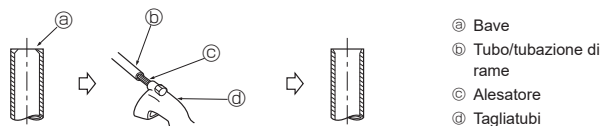

Fig. 5-3
5.3.2. Rimozione delle bave (Fig. 5-3)